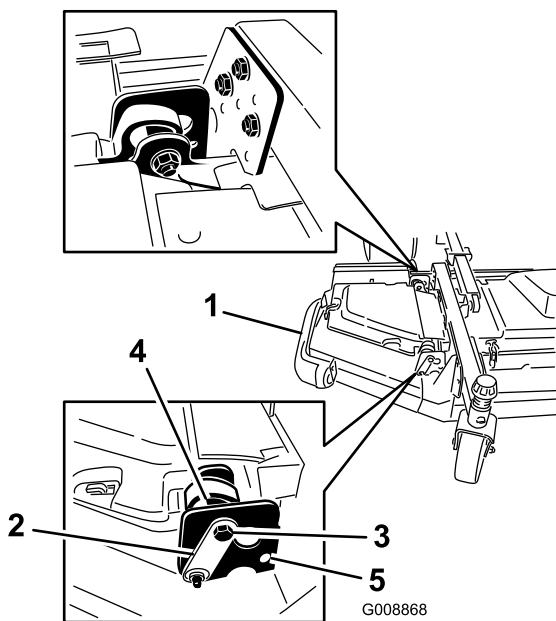

Figure 7
2. Desserrez les boulons et écrous qui fixent les 2 entretoises excentriques aux ailettes (Figure 7).
4. Tournez l'excentrique arrière (le plus proche du groupe de déplacement) jusqu'à ce que la pointe de la lame extérieure soit plus haute d'environ 3 mm que la hauteur de coupe voulue (Figure 7).